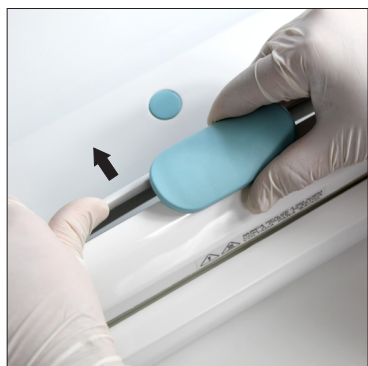

Fig.5
**Troca das lâminas - CUIDADO AO MANUSEAR AS LÂMINAS!** Posicione o suporte das lâminas de corte **no centro**, empurre a guia (Fig. 5) e retire o suporte das lâminas (Fig. 6). Apoie o suporte na guia (Fig. 7) e retire os parafusos. Retire as lâminas antigas (fig. 8), coloque as novas (n° 23) e repita o processo inversamente. Para recolocar o suporte, posicione-o no centro, verifique se a ponta da lâmina está alinhada à ranhura guia e pressione para baixo. **ATENÇÃO!** As lâminas são muito afiadas, é necessário cuidado ao manuseá-las.